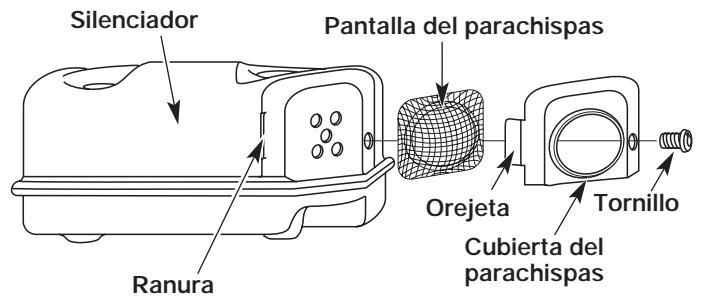

Fig. 45
2. Con un destornillador de vástago plano o llave Torx T20, saque el tornillo que conecta la cubierta del parachispas al silenciador (Fig. 45).